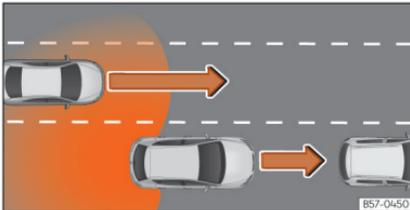

Abb. 147 Überholen mit Verkehr im hinteren Bereich.
- Bei einer Überholung durch ein anderes Fahrzeug »» (Abb. 147).